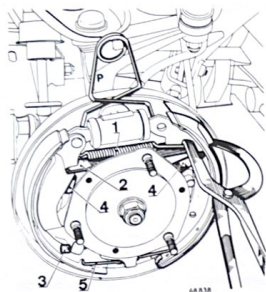

Fig. 8.5. Freno delantero visto sin el tambor
Para retirar las zapatas, se procede a colocar una pinza (P) (fig. 8.5) que aprisiona por ambos lados los pistones del cilindro receptor, con lo que se evitará que los pistones se salgan por efecto del muelle y de la presión residual del circuito.